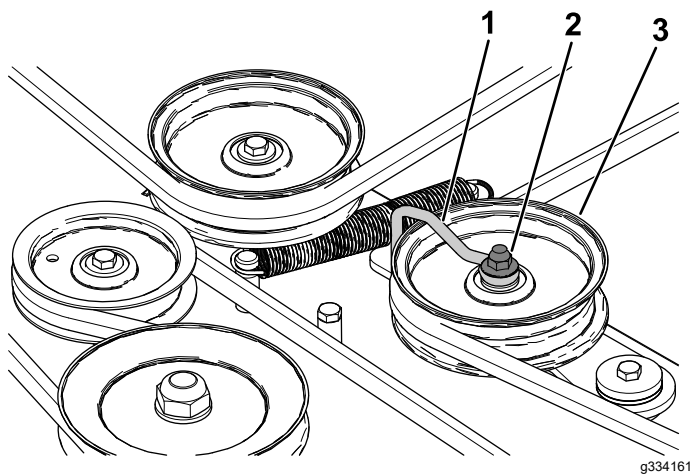

Figura 54
5. Afloje la tuerca que sujeta el soporte de alambre a la polea tensora (Figura 54).
9. Apriete la tuerca que sujeta el soporte de alambre a la polea tensora (Figura 54).
- Nota:** Coloque el soporte de alambre contra el brazo tensor, como se muestra en la Figura 54.